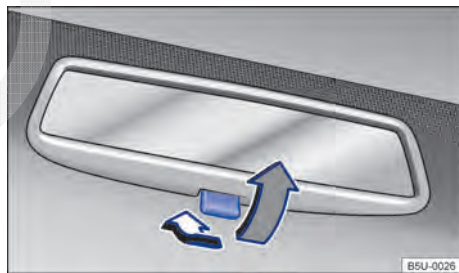

Fig. 90 No para-brisa: espelho retrovisor interno com antifogscante manual.
- Posição noite: puxar a alavanca → Fig. 90 (seta cinza), para evitar o ofuscamento dos faróis dos veículos que trafegam atrás.